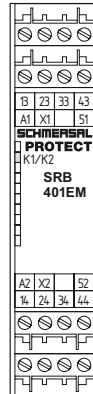

Abb. 1
5.2 Klemmenbeschreibung (siehe Abb. 1)
Einkanalige Ansteuerung an die Klemme A1 des Erweiterungsbausteins SRB 401EM durch eine Sicherheitsfreigabe des Grundbausteins (siehe Abb. 1)